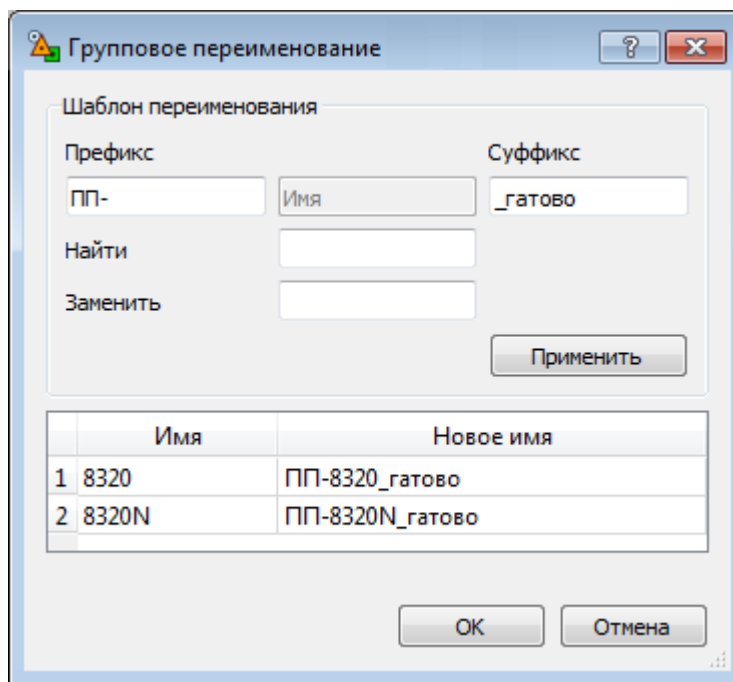

Рисунок 6.2
- Вызывается диалог **Групповое переименование** (см. рис. 6.2)